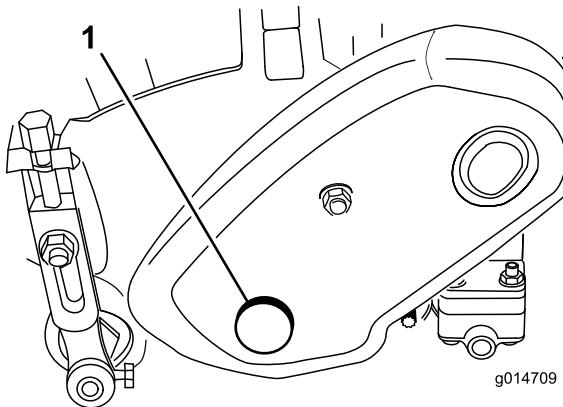

Figura 20
1. Retire el tapón de la cubierta de la transmisión al molinete, en el lado izquierdo del conjunto del molinete (Figura 20).